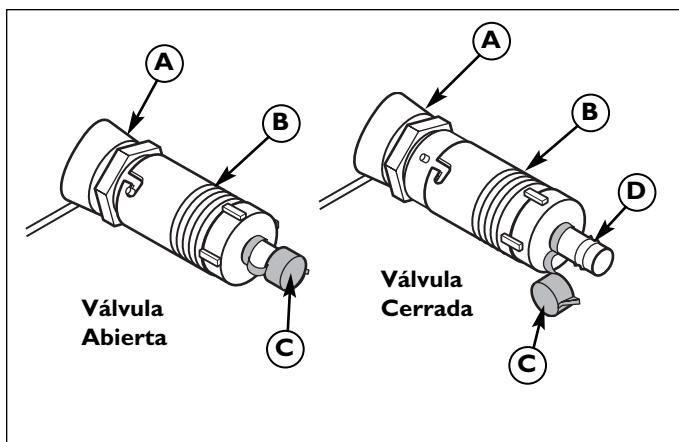

Figura 24. Válvula de drenaje de aceite
- Limpie la válvula de drenaje de aceite (B, Figura 24) y cubra (C) con una toalla de papel o trapo.